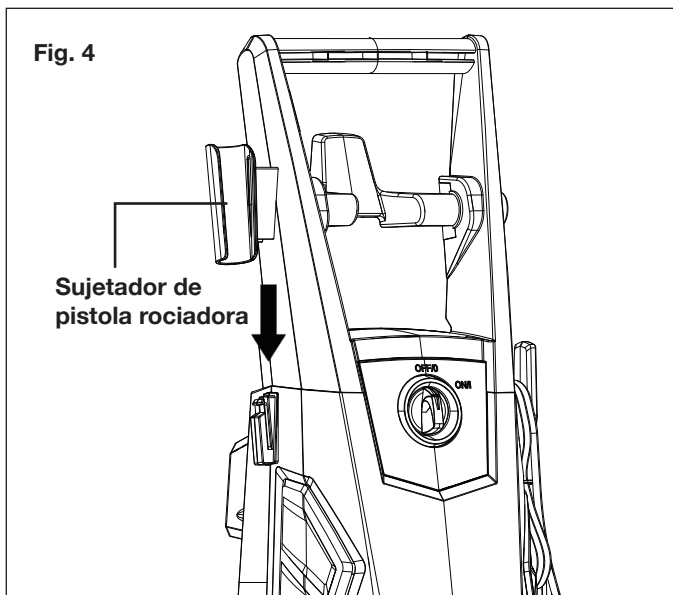

Fig. 4
4. Deslice el sujetador de pistola rociadora en su posición (Fig. 4).